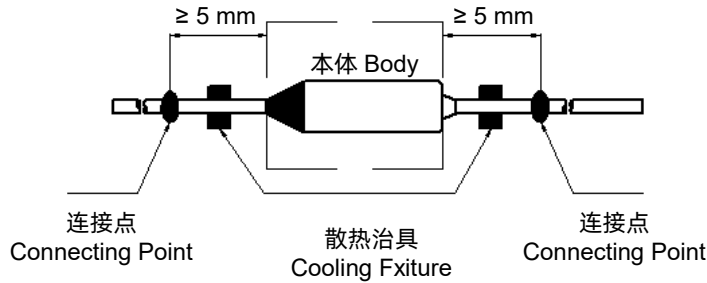

图2 FIGURE 2
- 引线上的连接点距离温度保险丝本体应 $\geq 5\text{ mm}$ (参考图2)。
The connection point of the lead shall be no less than 5 mm away from the OTCO body (see Fig.2).
- 在钎焊过程中，焊点与温度保险丝之间应使用散热装置（参考图2）。
In the process of soldering, cooling fixture should be used between soldering point and OTCO body (see Fig.2).
3. 在点焊过程中，焊点与温度保险丝之间应使用散热装置（参考图2）。
In the process of welding, cooling fixture should be used between welding point and OTCO body (See Fig.2).